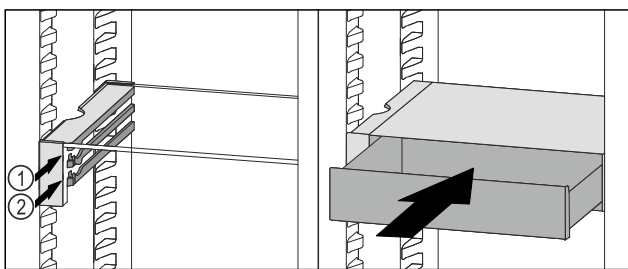

Fig. 64
- ▶ VarioSafe-Schubfach hinter den Stopperrippen auf gewünschter Rippe Fig. 64 (1) oder Fig. 64 (2) aufsetzen.